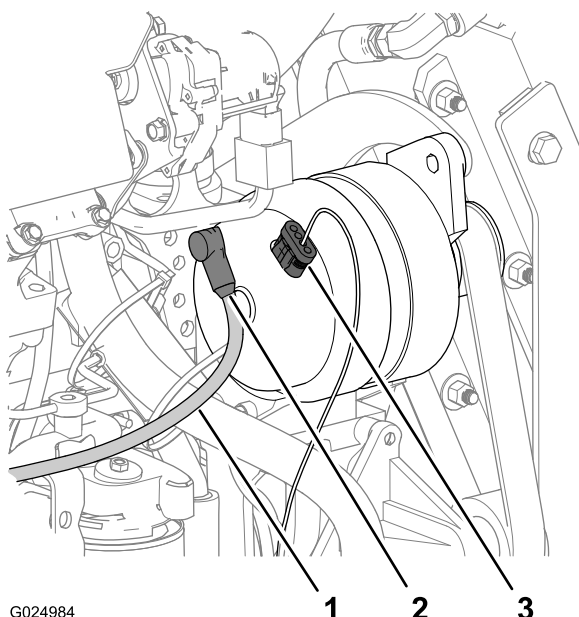

Рисунок 115
1. На генераторе снимите колпачок с клеммы и штыря в задней части генератора (Рисунок 115).
3. Снимите разъем с 4 гнездами провода датчика напряжения от 4-штырькового разъема в верхней части генератора (Рисунок 115).
2. Подсоедините разъем с 4 гнездами провода датчика напряжения к 4-штырьковому разъему в верхней части генератора (Рисунок 115).
3. Подсоедините клемму провода зарядки к штырю в задней части генератора (Рисунок 115).
5. Подведите колпачок провода зарядки к клемме и штырю (Рисунок 115).